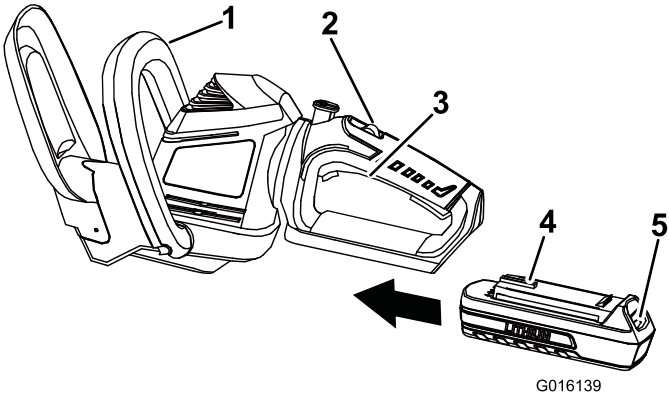

Figure 2
2. Alignez la languette de la batterie sur le creux dans le corps de la poignée (Figure 2).
3. Saisissez la poignée d'actionnement (Figure 2).
5. Saisissez la poignée d'actionnement (Figure 2).
5. Placez une main sur la poignée d'actionnement. Placez l'autre main sur la poignée auxiliaire (Figure 2).
6. Poussez le commutateur de verrouillage en arrière, vers vous, et serrez la poignée d'actionnement pour mettre le taille-haie en marche (Figure 2). Le taille-haie fonctionne tant que vous serrez la poignée d'actionnement. Vous pouvez relâcher le commutateur de verrouillage lorsque le taille-haie a démarré (Figure 2).
1. Relâchez la poignée d'actionnement (Figure 2).